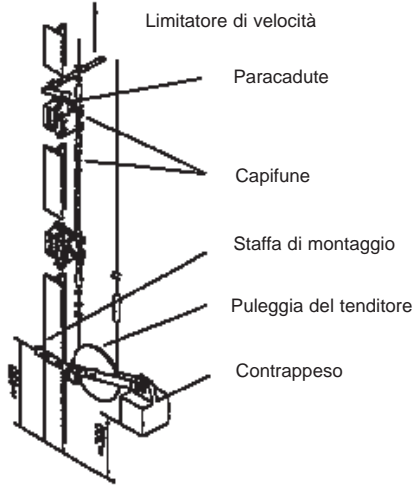

Fig. 1
- Munire la prima estremità della fune con il capofune (fig. 1) e montarlo al paracadute.
- Montare la staffa di montaggio a ca. 450 mm (valore approssimativo; fig. 1) sul fondo del pozzo.